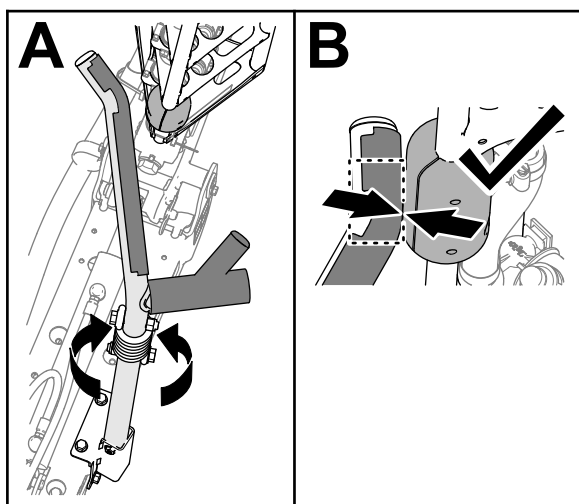

Figura 105
4. Gire el conjunto del soporte hasta que la curva del tubo esté alineada con el tope deslizante del tubo superior del brazo exterior (Figura 105)
Nota: Los topes deben entrar en contacto con el soporte en la curva del tubo superior del soporte (Figura 105).